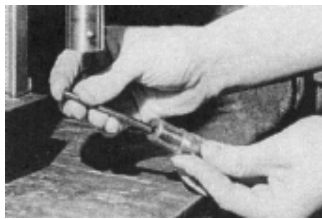

Рис.2
**Установка пилота:** Пилот предназначен для центрирования фрезы при сверлении по разметке и для выталкивания чешушки после сверления отверстия. Он имеет смазочный паз, позволяющий СОЖ достичь места фрезерования, где выделяется наибольшее количество тепла. Вставьте пилот через отверстие в стержне фрезы (Рис.2).